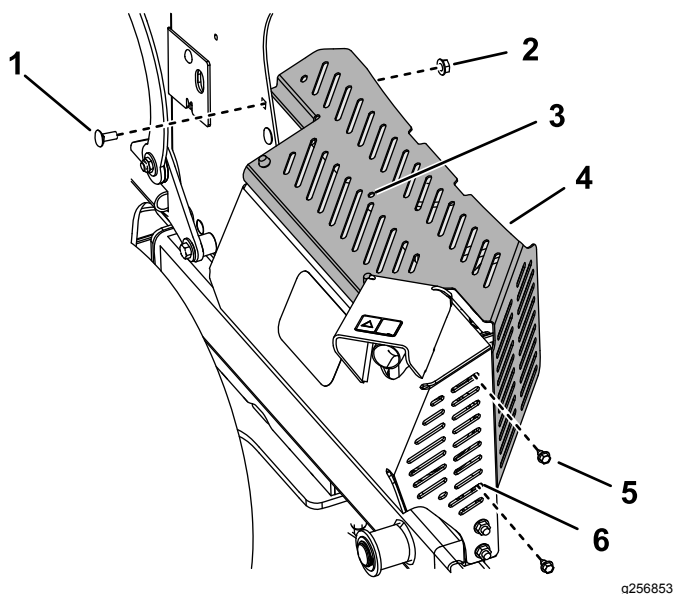

Figure 10
4. Fixez **légèrement** l'écran pare-chaueur par dessus la protection du silencieux en plaçant les languettes à l'intérieur de la protection et à l'intérieur de la tour de la console à l'aide des 2 boulons autotaraudeurs ($\frac{1}{4}$ x $\frac{1}{2}$ po), ainsi que du boulon de carrosserie et de l'écrou que vous avez retirés précédemment (Figure 10).
- Utilisez le trou central dans l'écran pare-chaleur comme gabarit et percez un trou (7/32 po) dans la protection du silencieux (Figure 10).